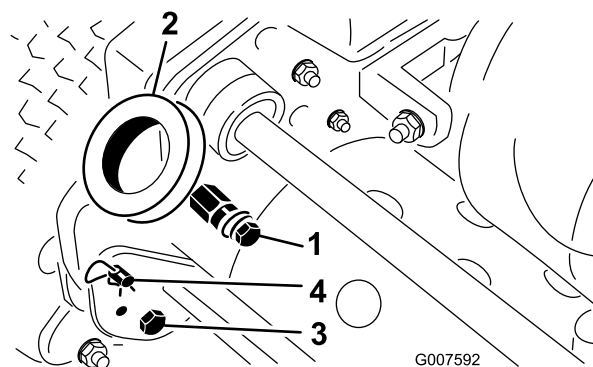

Figure 3
1. Enlevez les boulons et les contre-écrous de fixation au bas des bras du guidon de chaque côté de la tondeuse (Figure 3).
2. Enlevez les goupilles fendues et les axes de chape qui fixent les bras à l'arrière du bâti (Figure 3).
3. Insérez les extrémités du guidon dans les trous des bras du guidon et placez les trous en face des axes de montage (Figure 3).
1. Retirez les goupilles fendues des axes de chape de chaque côté de la tondeuse (Figure 3).
2. Soutenez le guidon et retirez les axes de chape de chaque côté pour monter ou descendre le guidon à la hauteur voulue (Figure 3).